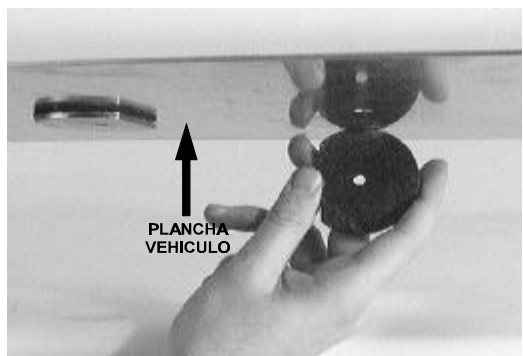

Figura 7
- Por la parte interior del vehículo, pegar estos 4 conjuntos "Placa de fijación/Junta", a la chapa del vehículo, haciendo coincidir el agujero de la junta con el taladro. (Ver Figura 7).